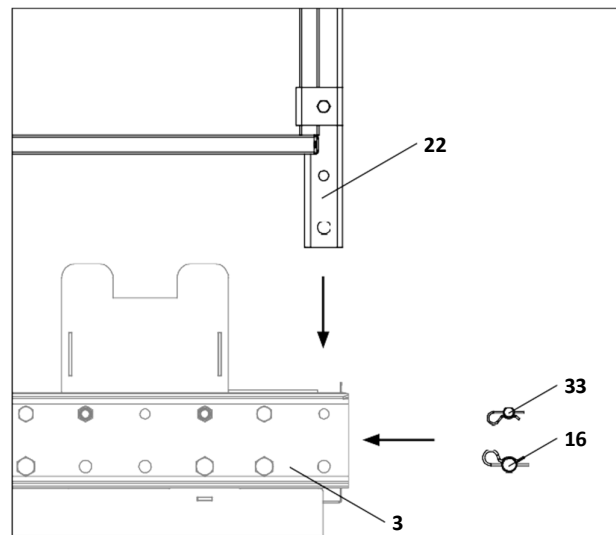

Fig. B3.09a
1. Kiinnitä esikasattu Sivukaide telineputkeen $\varnothing 48.3 \times 3.2$, $l = 4.0$ m (30) ja nosta nosturilla.
2. Aseta Kaidetolppa RCS-MP (22) Kiipeämiskiskoon RCS 748 (3).
3. Pulttaa Kaidetolppa RCS-MP (22) kiinni käyttäen 1x Pultti 21 x 120 (33) ja 1x Pultti 26 x 120 (16) ja varmista käyttäen Sokka 4/1 (34) ja Sokka 5/1 (17). (Fig. B3.09a)